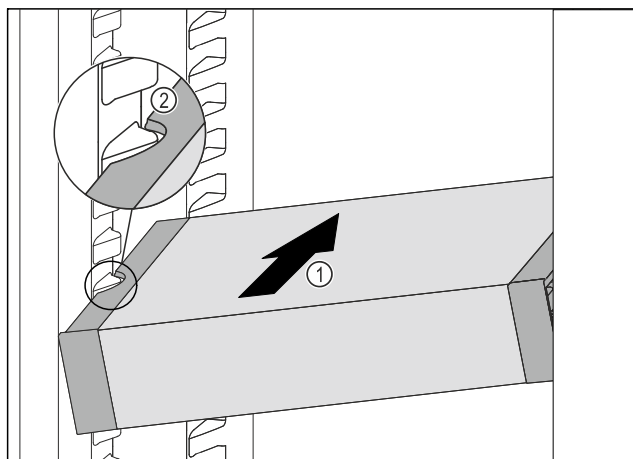

Fig. 102
- Împingeți VarioSafe oblic în frigider Fig. 102 (1), până când degajările laterale Fig. 102 (2) ale VarioSafese află la înălțimea nervurii recipientului din frigider.